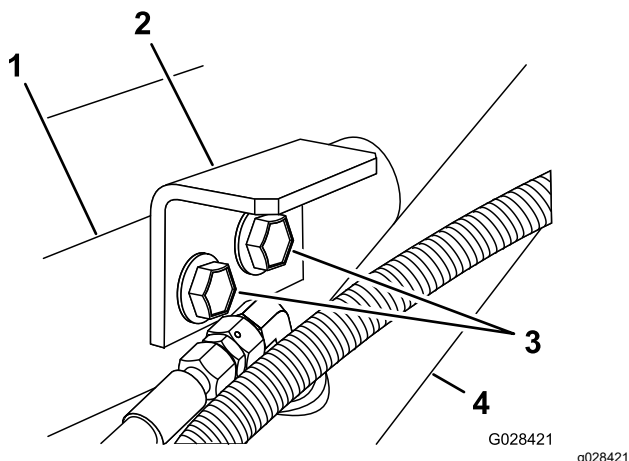

Figure 7
3. Fixez les supports de maintien au support de tube et au cadre à l'aide des 2 boulons à embase et écrous à embase retirés à l'opération 1 (Figure 7).